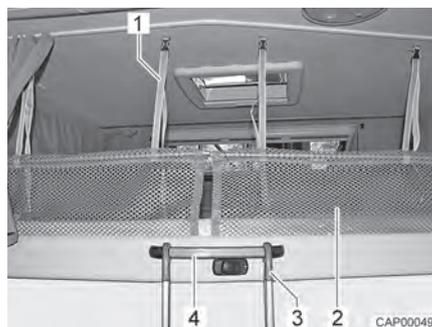

Fig. 75 Escalera de ascenso y red de seguridad
- Enganchar la escalera de ascenso (Fig. 75,3) con las dos horquillas en el asidero (Fig. 75,4) de la cama elevada.
Las redes de seguridad (Fig. 75,2) con los cinturones de sujeción están guardadas debajo del colchón. Extender las redes de seguridad apenas cuando las personas ya se encuentren en la cama elevada.
- Engatillar los cinturones de sujeción (Fig. 75,1) en los soportes en el techo.